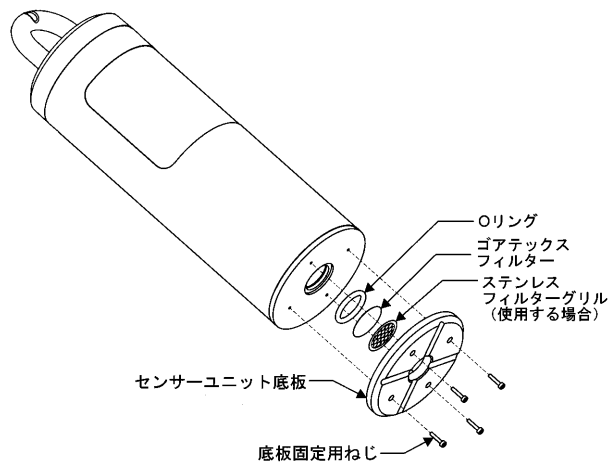

図5 フィルターの交換
- ・Allenツール（パーツNo. 11-0000）を使い、フィルターユニット部から3つのねじを外してください。（図5参照）